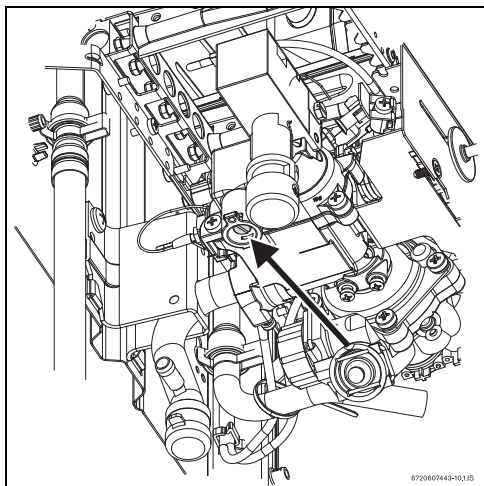

Fig. 13 Vite per regolazione della pressione massima
- ▶ Togliere il sigillo della vite (Fig. 13).
- ▶ Regolare la pressione mediante la vite (Fig. 13) attenendosi ai dati di pressione esposti nella tabella 7.